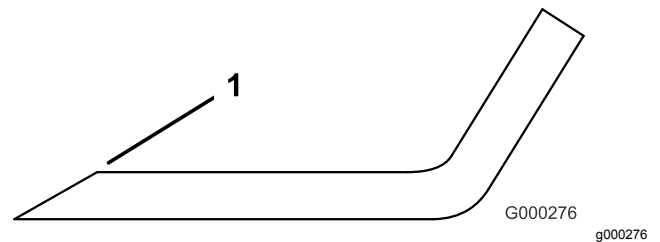

Figura 59
1. Utilice una lima para afilar el filo de corte en ambos extremos de la cuchilla (Figura 59).